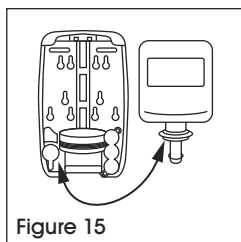

Figure 15
2. Assurez-vous que la couleur de l'indicateur du col de la recharge correspond à l'indicateur de couleur situé immédiatement sous le voyant d'état. (Voir Figure 15)